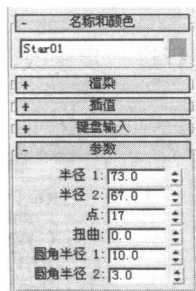

图 1-3-1 创建参数
(1) 首先在【图形】创建面板中选择  按钮，在视图中创建一个【星形】物体，具体创建参数如图 1-3-1 所示。